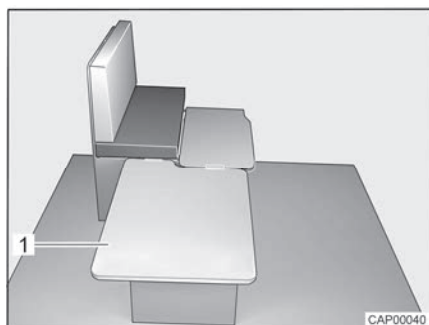

Fig. 81 Pendant la transformation
- Accrocher la planche amovible (Fig. 81,1) le long de la banquette et la poser sur la table.